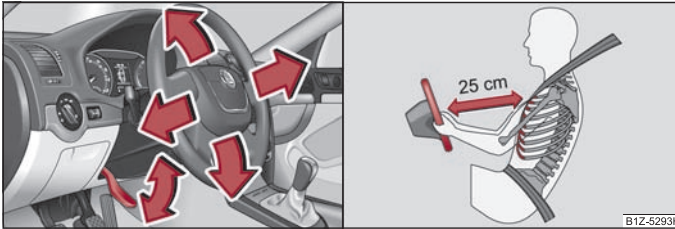

Fig. 110 Volan reglabil: Maneta de sub coloana volanului
- Îndreptați maneta de sub volan, în jos ⇒ fig. 110 - stânga ⇒ ⚠.
- **Între șofer și volan trebuie să existe o distanță de cel puțin 25 cm ⇒ fig. 110 - dreapta. Dacă nu se respectă această distanță, sistemul airbag nu își poate exercita eficiența maximă – Pericol!**